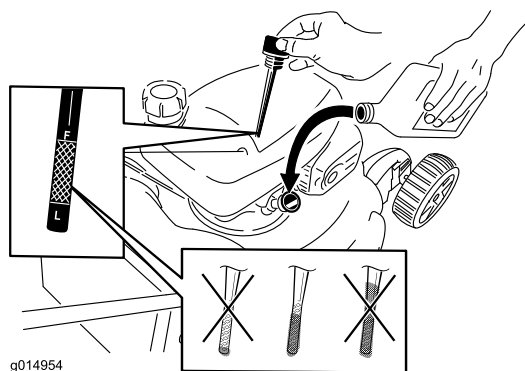

Рисунок 6
1. Извлеките масломерный щуп (Рисунок 6).
2. Медленно заливайте масло в маслозаливной патрубок до тех пор, пока уровень масла не достигнет отметки **Full (ЗАПОЛНЕНО)** на масломерном щупе (Рисунок 6). **Не допускайте переполнения картера.** (Макс. объем масла: